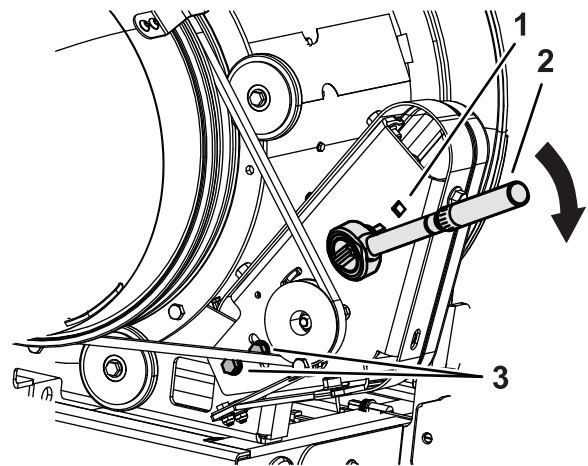

図 29
3. 図 29 のように、プーリー取り付けブラケットにトルクレンチを差し込む。